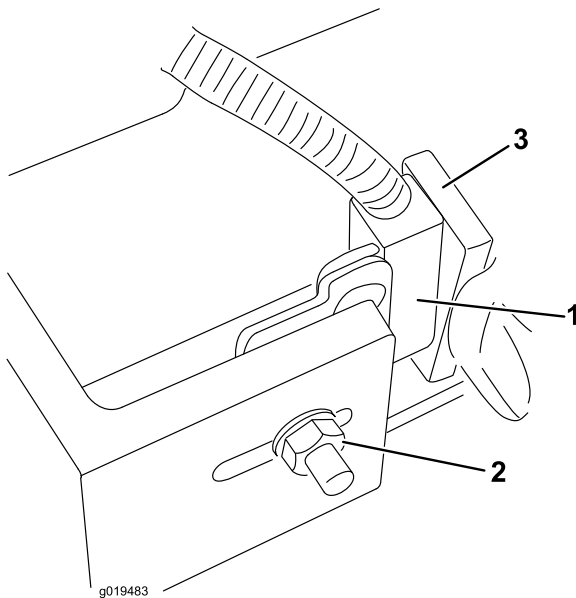

Bild 87
- Lösen Sie die Schlossschraubenmutter, mit der die Hubarm-Schalterhalterung an den Hubarmen Nr. 4, Nr. 6 und Nr. 7 befestigt ist (Bild 87).